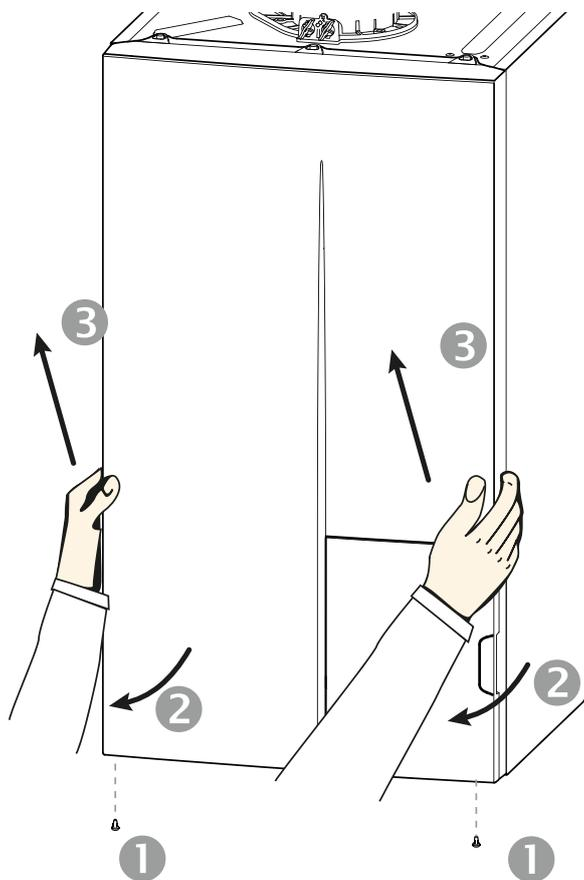

Abb. 31 - Abbau der Vorderseite
- Vorderseite abnehmen (Abb. 31, Seite 47).